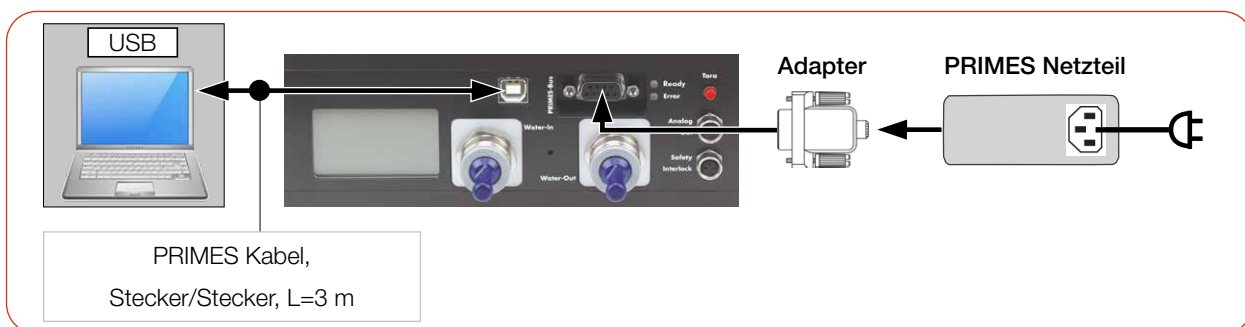

Abb. 8.5: Spannungsversorgung über USB oder PRIMES Netzteil, Datenübertragung über USB
- Schließen Sie die Kabel gemäß der Abb. 8.5 auf Seite 33 an.